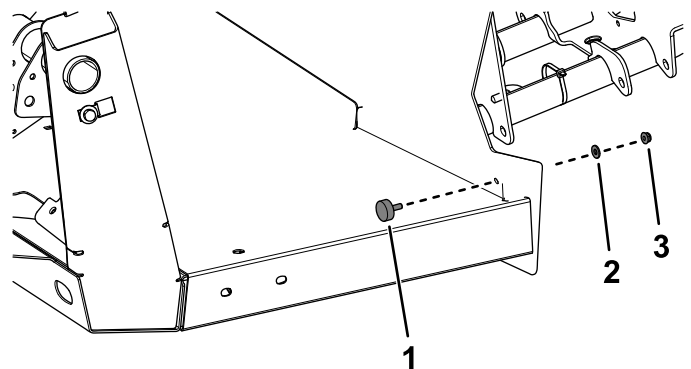

Figura 24
5. Instale un tope de goma con una arandela y una tuerca con arandela prensada ($\frac{1}{4}$ " a cada lado (Figura 24).